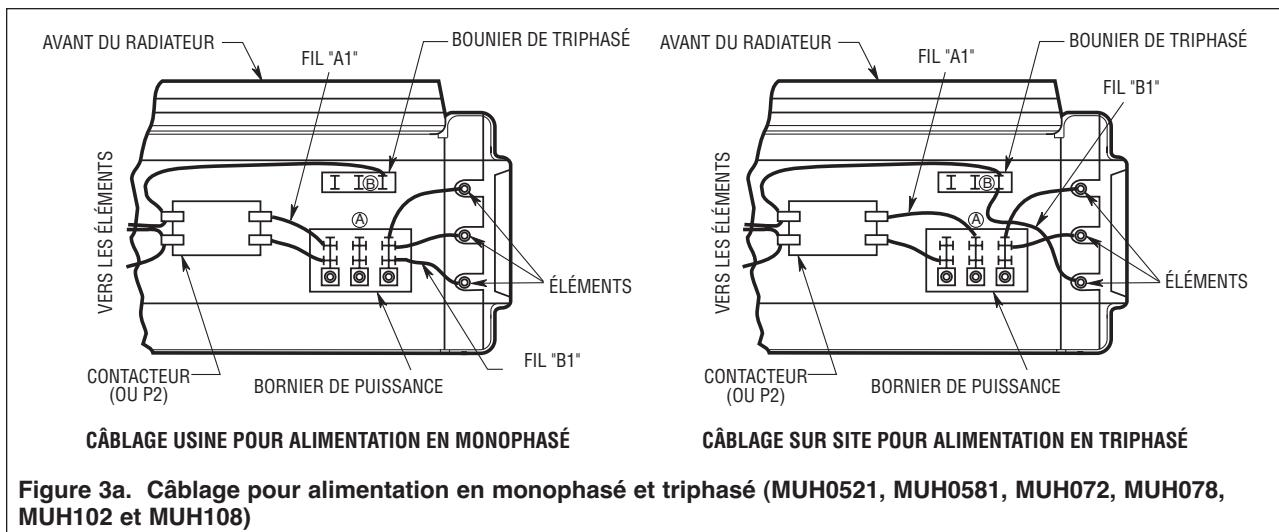

Figure 3a. Câblage pour alimentation en monophasé et triphasé (MUH0521, MUH0581, MUH072, MUH078, MUH102 et MUH108)
8. Un raccordement sur secteur monophasé ou triphasé peut être utilisé sur les radiateurs modèles MUH0521, MUH0581, MUH072, MUH078, MUH102, MUH108, et MUH158. Ces unités sont câblées en usine pour un fonctionnement en monophasé. Si ces radiateurs doivent être utilisés sur une alimentation en triphasé, rebrancher les fils comme l'indique le schéma de câblage livré avec le radiateur. Les figures 3a et 3b illustrent le câblage ainsi que les consignes ci-dessous apportent des renseignements supplémentaires.
Sur les modèles MUH0521, MUH0581, MUH072, MUH078, MUH102, et MUH108 (figure 3a), déplacer uniquement les deux fils marqués "A1" et "B1"; ne déplacer et ne changer aucun autre fil. Le fil principal de l'élément marqué "B1" qui est branché en usine sur le bornier de puissance (le bornier le plus proche des éléments) doit être déplacé sur la borne marquée "B" du bornier triphasé.